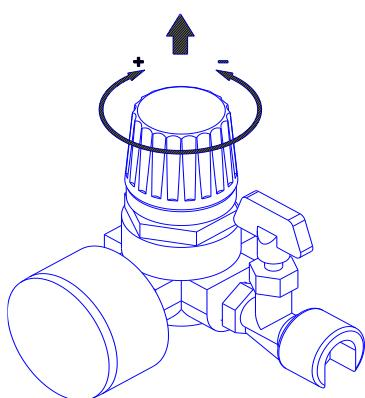

Рисунок 6
7.3.1 Настройка давления в подсоединеных пневматических инструментах регулятором давления осуществляется следующим образом (см. рисунок 6):